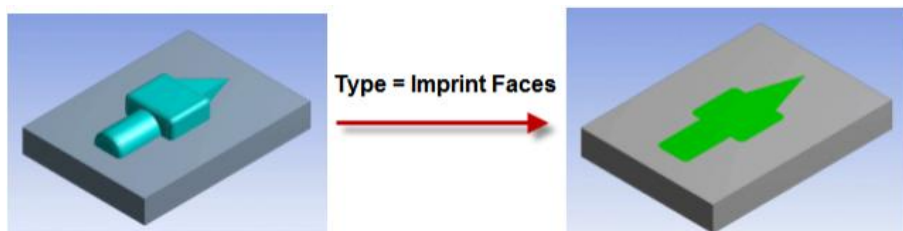

Рис. 3.36
– *Imprint Faces* – получение проекции выделенного тела на другом теле. При выборе этой опции команда *Body Operation* «впечатывает» проекцию выбранного тела в поверхность другого. Аналогичный результат получается при использовании простейших команд моделирования с параметром *Operation*, заданным как *Imprint Faces*. В дальнейшем проекция может выделяться как самостоятельная поверхность (рис. 3.36). По умолчанию исходное тело удаляется (опция *Preserve Bodies?* имеет значение *No*);